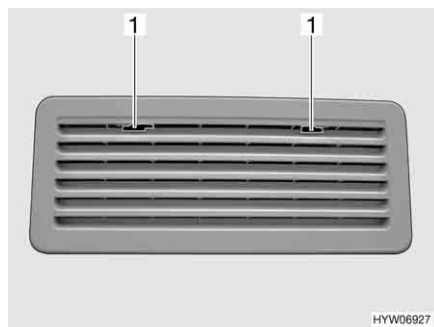

Fig. 56 Griglia di aerazione del frigorifero (Thetford)
- Spingere verso il centro l'arresto (Fig. 56,1).